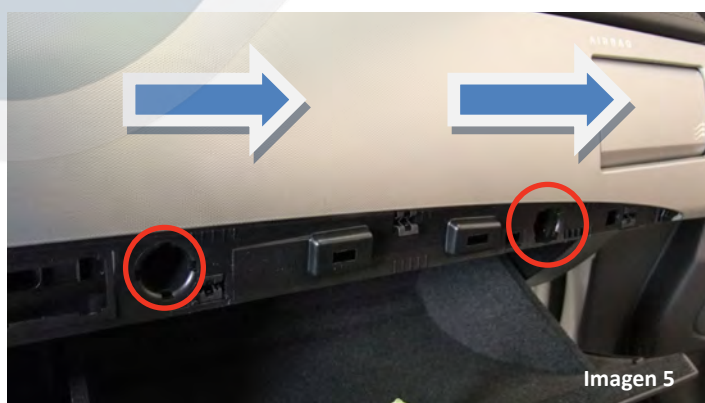

Imagen 5
- 4.a. A continuación extraer los dos tornillos frontales del embellecedor (Torx 30) y estirar con cuidado el embellecedor hacia afuera (imagen 5).